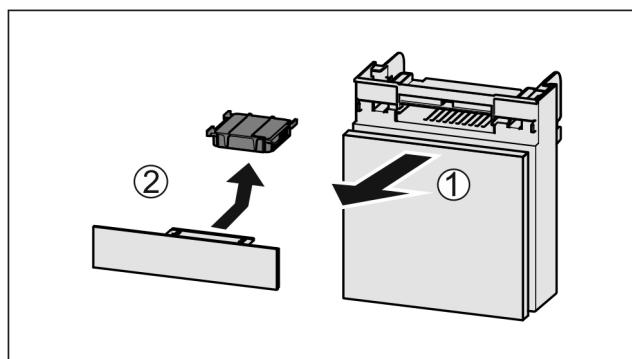

Fig. 135
- Vytiahnite zásuvku smerom dopredu Fig. 135 (1).
- Vyberte aktívny uhlíkový filter Fig. 135 (2).